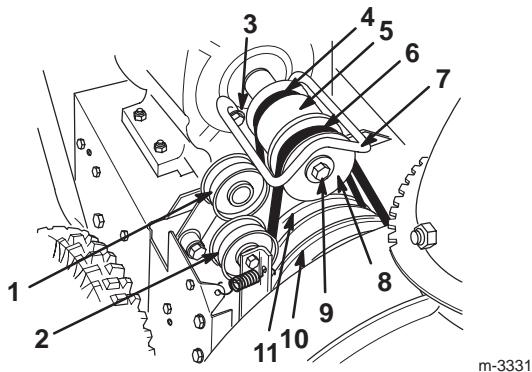

Figure 29
6. Retirez les 2 boulons, rondelles et rondelles-frein de fixation du guide-courroie (Fig. 29).
7. Retirez le boulon du vilebrequin du moteur avec sa rondelle et sa rondelle-frein (Fig. 29).
8. Détachez et déposez la poulie à gorge du moteur (Fig. 29).
10. Déposez la poulie du moteur (Fig. 29).
11. Retirez la courroie d'entraînement de traction hors de la poulie de traction et du vilebrequin du moteur (Fig. 29).
12. Tirez la poulie de tension vers l'extérieur et installez la courroie de rechange (Fig. 29).
14. Tirez la poulie de tension vers l'extérieur et passez la courroie d'entraînement de tarière/roue hélice devant la poulie du moteur, en veillant à la faire passer du côté intérieur de la poulie de tension (Fig. 29).
6. Retirez les deux boulons, rondelles et rondelles-frein de fixation du guide-courroie (Fig. 29).
9. Déposez la courroie d' entraînement de tarière/roue hélice (Fig. 29).
10. Tirez la poulie de tension vers l' extérieur et passez la courroie neuve autour de la grande poulie de tarière/roue hélice (Fig. 29).
11. Passez la courroie devant la poulie du moteur, en veillant à la faire passer du côté intérieur de la poulie de tension (Fig. 29).